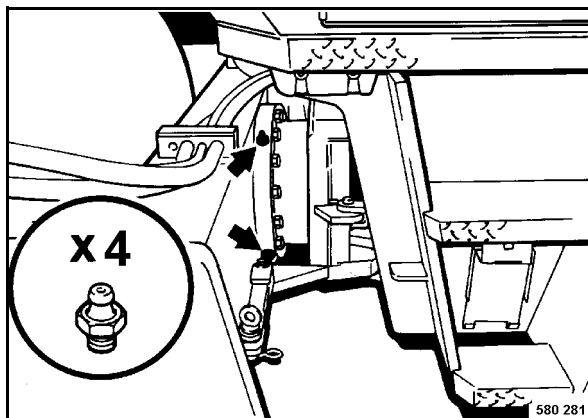

Fig. 112
- Limpiar las boquillas de engrase (Fig. 112) y lubricarlas con unos 5 golpes de la bomba de engrase.